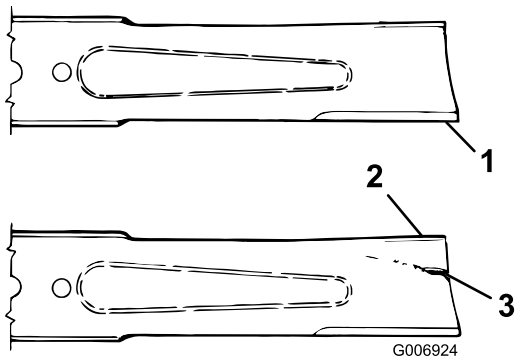

Рисунок 75
3. Осторожно проверьте режущие кромки ножей, особенно в точке соединения плоской и изогнутой частей ножа (Рисунок 75). При обнаружении износа (Рисунок 75) замените нож; см. Снятие режущего ножа \(страница 67\).